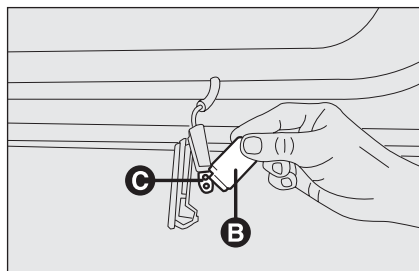

fig. 36
- appuyer latéralement sur l'écran de l'ampoule **B** - fig. 36 à hauteur des deux pivots de fixation et le tourner ;
- remplacer l'ampoule **C** - fig. 36 introduite sous pression ;